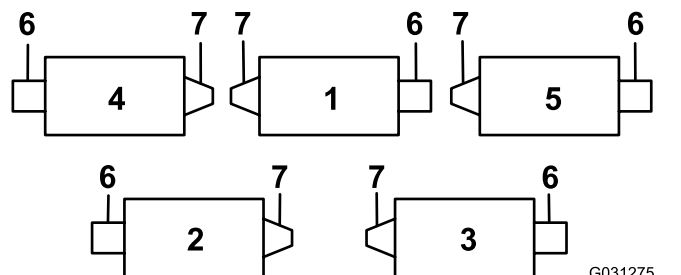
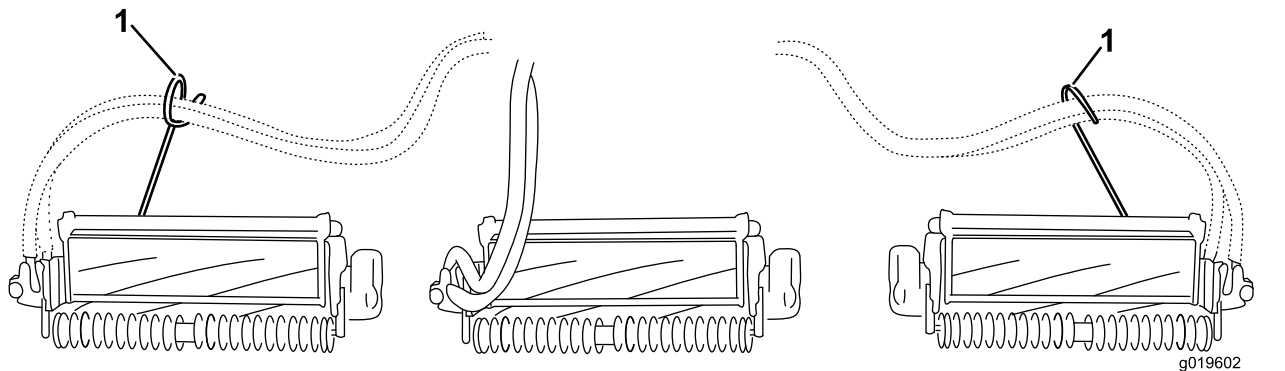
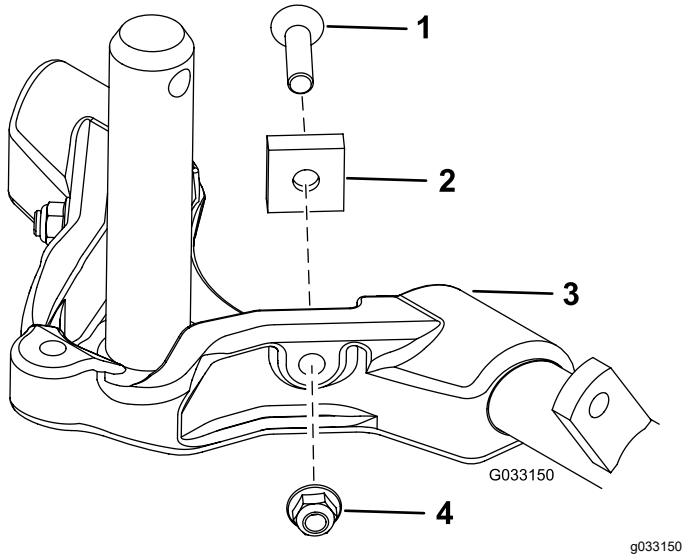

Figure 12
Figure 14
Figure 15
Important: Sur les unités de coupe n° 4 (avant gauche) et n° 5 (avant droit), utilisez les écrous de fixation du support de tige pour monter les guides de flexible devant les pattes de l'unité de coupe. Les guides de flexible doivent être inclinés vers l'unité de coupe centrale (Figure 12 à Figure 14).
- Augmentez la direction des unités de coupe arrière en retirant les 2 entretoises de pivot, les vis à tête creuse et les contre-écrous à embase (Figure 15) des bâtis porteur des unités de coupe arrière (n° 2 et n° 3) ; voir Figure 12.